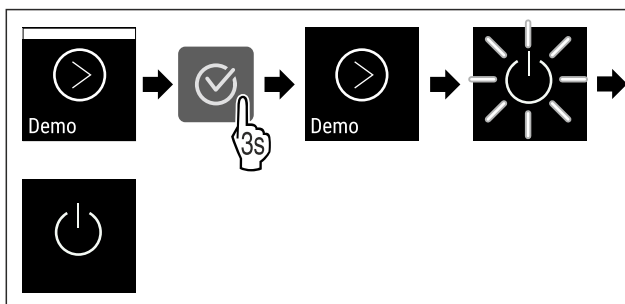

Fig. 111
- ▶ Suorita toimenpidevaiheet (katso Fig. 111).